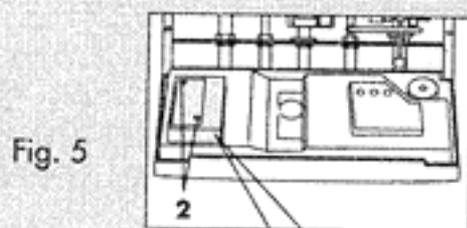

Fig. 5
Pour accéder aux composants électriques, dévisser les vis (3) du panneau de fermeture B (fig. 5).